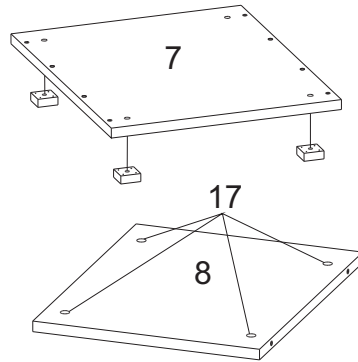

Рис.3
- Прикрутите к детали 7 опоры 25 саморезами 22. (рис.3)